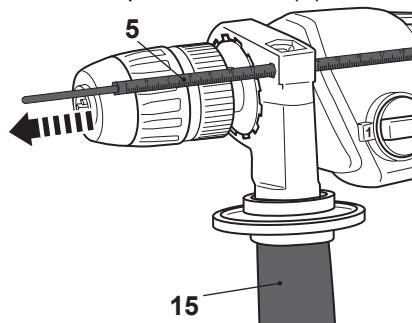

Fig.4
- > Coloque o limitador de profundidade (5) no orifício tal como se mostra (Fig. 4). Certifique-se de que a parte ondulada mira para baixo.
- > Alinhe a ponta do limitador de profundidade (5) com a ponta da broca. A seguir, recue o limitador de profundidade (5) até à profundidade de perfuração desejada.